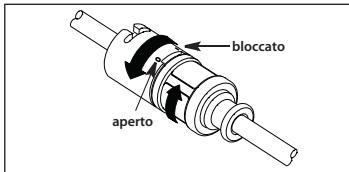

Figura 9
b. Se si utilizza un sistema di protezione anti-contaminazione per catetere con l'adattatore TwistLock, ruotare la metà superiore dell'hub distale in senso orario per bloccare in situ il catetere. Riposizionare l'estremità prossimale del sistema di protezione per catetere nel punto prescelto. Ruotare la metà superiore e inferiore in direzioni opposte per il bloccaggio in situ. Verificare l'adattatore tirando lievemente il catetere per verificare la tenuta sul catetere (vedere Figura 9).